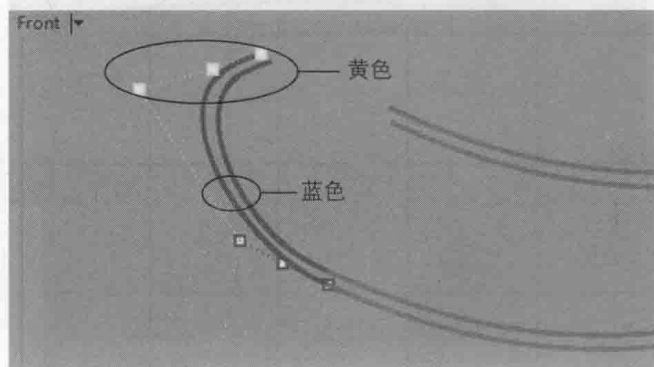

图 5-77 调整曲线形态
- (4) 选择复制后的蓝色曲线,如图 5-77 所示调整亮黄色显示的 3 个 CV 点。